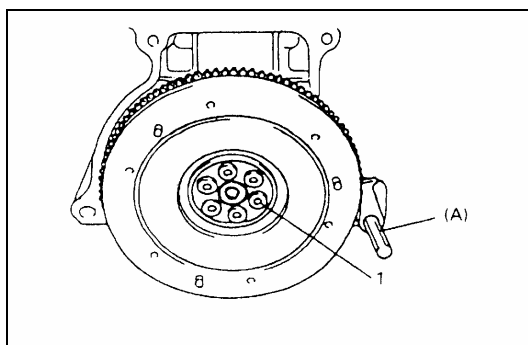

Рис. 4-74.
1). Снять прижимной диск сцепления, фрикционный диск и маховик, Рис. 4-74.